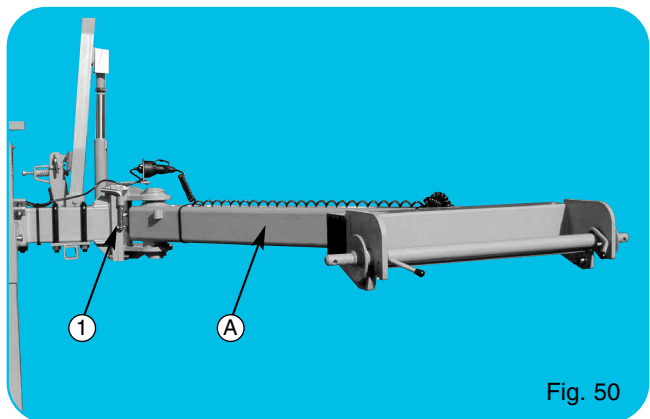

Fig. 50
- Déverrouiller la flèche (A) fig. 50 du chariot en enlevant l'axe ① du bridage (C) de la flèche (voir fig. 51).
- Atteler le tracteur à la flèche (A) fig. 50 du chariot de transport.
- Unlock the drawbar (A) fig. 50 from the transport carriage by lifting the pin (C) from drawbar lock (see fig. 51).
- Couple the tractor to the transport carriage drawbar (A) fig. 50.
- Den Baum (A) Abb. 50 des Transportkarrens entriegeln, indem Sie die Achse ① der Einspannung (C) des Baums abnehmen (siehe Abb. 51).
- Den Traktor am Baum (A) Abb. 50 des Transportkarrens ankuppeln.
- Sbloccare il timone (A) fig. 50 del carro togliendo l'asse ① dell'imbrigliamento (C) dal timone (vedi fig. 51).
- Agganciare il trattore al timone (A) fig. 50 del carro da trasporto.